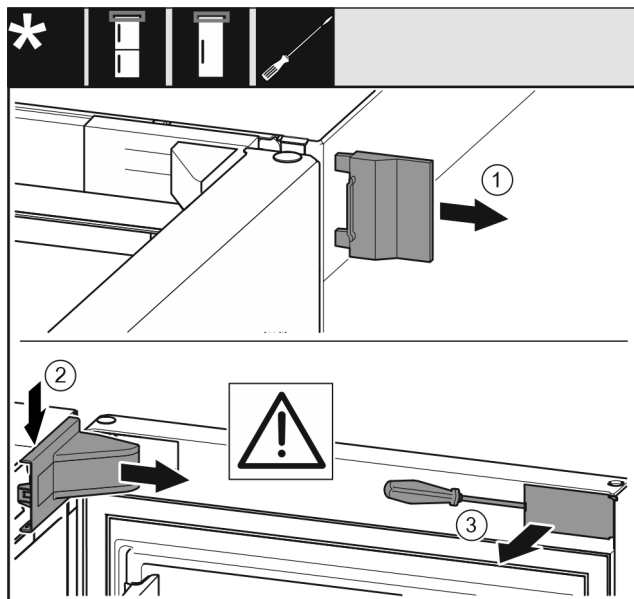

Fig. 14
- ▶ Rimuovere la copertura esterna. Fig. 14 (1)
- ▶ Disinnestare e allentare la copertura del blocco di supporto. Rimuovere la copertura del blocco di supporto. Fig. 14 (2)
- ▶ Disinnestare la maschera con un cacciavite a intaglio e ruotarla lateralmente. Fig. 14 (3)